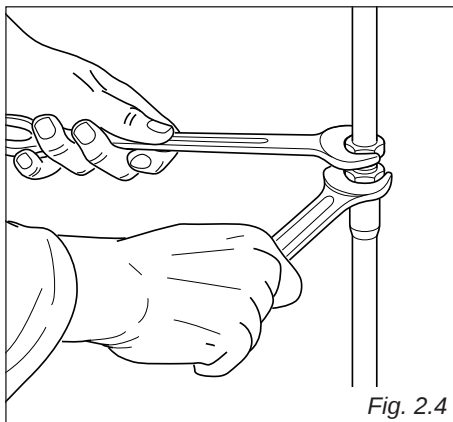

Fig. 2.4
- Pour le vissage des pièces, prenez la précaution d'utiliser 2 clefs (fig. 2.4).